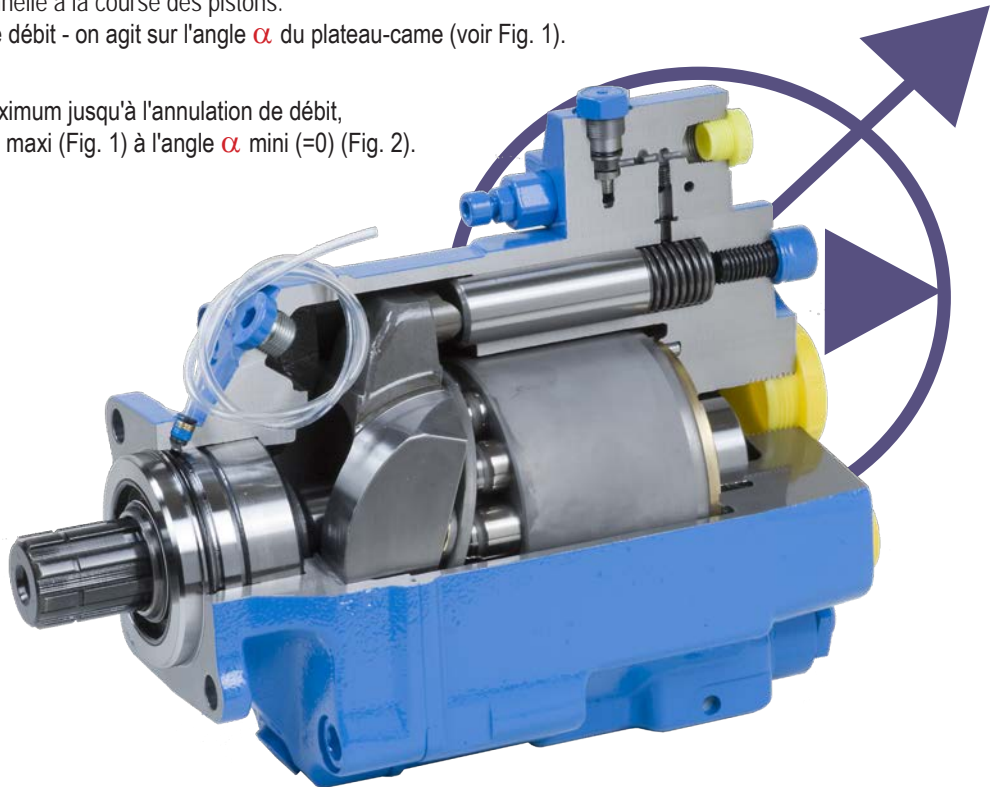

Figure 1 - Cylindrée maxi
Pour faire varier la cylindrée - et donc le débit - on agit sur l'angle α du plateau-came (voir Fig. 1).
- ▶ Pour faire varier la cylindrée de son maximum jusqu'à l'annulation de débit, le plateau-came est incliné de l'angle α maxi (Fig. 1) à l'angle α mini (=0) (Fig. 2).